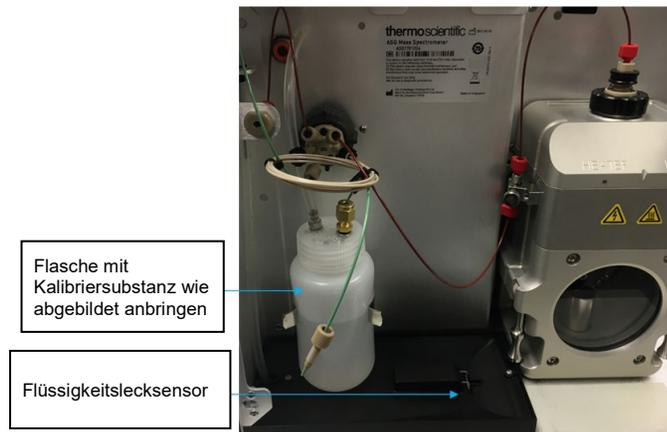

Abbildung 53: Installationsposition der internen Kalibriersubstanz
- 2) Entfernen Sie den Schraubdeckel von einer der beschrifteten Flaschen mit Kalibriersubstanz und bringen Sie die Flasche an dem sich bereits am Gerät befindlichen Deckel an (siehe *Abbildung 53*).